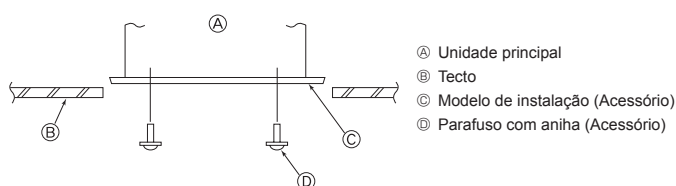

Fig. 2-7
2.6. Confirmação da posição da unidade principal e aperto dos parafusos de suspensão (Fig. 2-7)